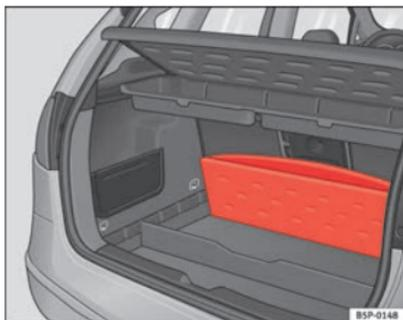

Fig. 105 Porta-objects variável piso porta-bagagens
- Levantar o piso do porta-bagagens e dobrá-lo ao máximo para trás ⇒ Fig. 105.